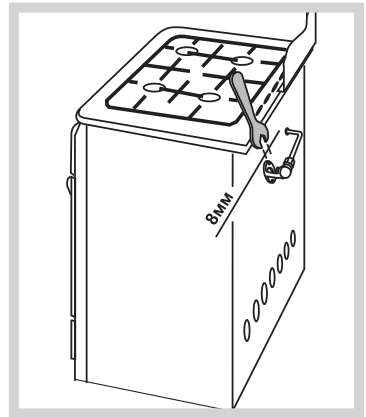

Рис.22
- Выкрутить при помощи ключа сопло (рис.22)